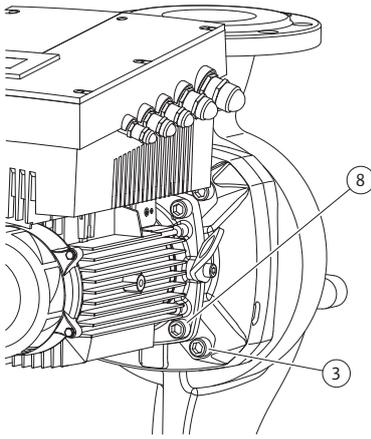

Fig. 50: Fijación opcional del juego de introducción
11. Afloje los tornillos (Fig. 7, pos. 3) y retírelos. Los tornillos exteriores (Fig. 50, pos. 3) se retiran en función del tipo de bomba. A pesar de haber retirado los tornillos, el juego de introducción (véase Fig. 13) permanece seguro en la carcasa de la bomba; tampoco existe peligro de vuelco si el eje del motor está en posición horizontal.
16. Según el tipo de bomba, afloje los tornillos (Fig. 7, pos. 10) o los tornillos (Fig. 50, pos. 8).
22. Desplace la linterna cuidadosamente por el eje y colóquela en la posición anterior, o en una nueva posición deseada en ángulo con respecto a la brida del motor. Al hacerlo, observe las posiciones de montaje admisibles de los componentes (véase el capítulo 7.1 "Posiciones de montaje admisibles y modificación de la disposición de los componentes antes de la instalación" en la página 20). Fije la linterna a la brida del motor con los tornillos (Fig. 7, pos. 10) o, en el caso de los tipos de bomba/linterna (Fig. 50), con los tornillos (Fig. 50, pos. 8).